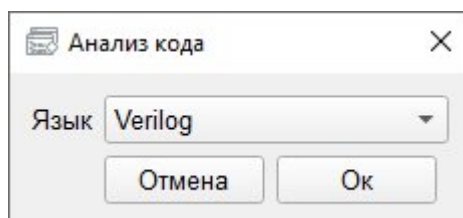

Рисунок 36 – Окно запуска анализа HDL-описаний
- 2) В появившемся окне выбрать необходимый язык описания и нажать на кнопку «Ок» (рисунок 36);